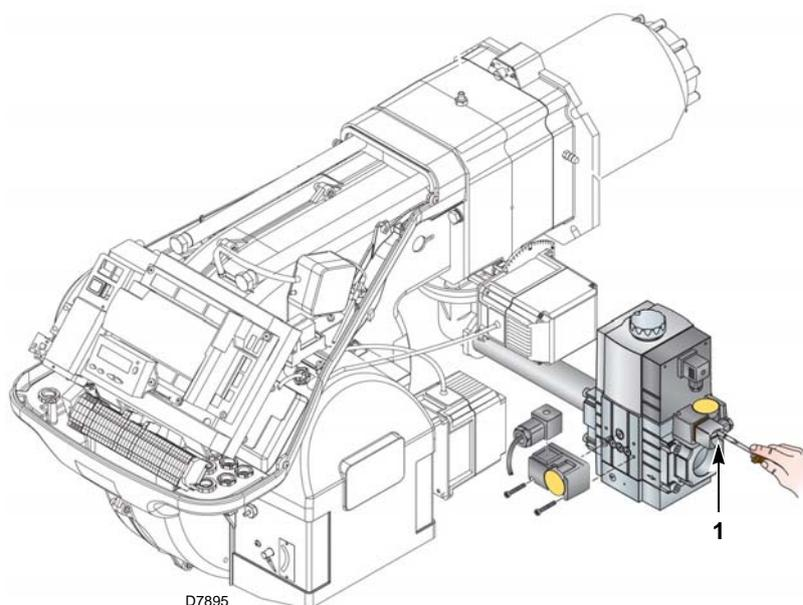

Abb. 30
- Prüfen Sie den Gasversorgungsdruck durch Anschließen eines Druckmessers an die Druckentnahmestelle 1)(Abb. 30) des Minimal-Gasdruckwächters: er muss geringer als der maximal zulässige Druck der Gasarmatur sein, der auf dem Kennschild der technischen Daten angegeben ist.
- Entlüften Sie die Leitung der Gasarmatur, indem Sie eine Kunststoffleitung an die Druckentnahmestelle 1)(Abb. 30) des Minimal-Gasdruckwächters anschließen. Führen Sie die Entlüftungsleitung aus dem Gebäude, bis der Gasgeruch wahrnehmbar ist.